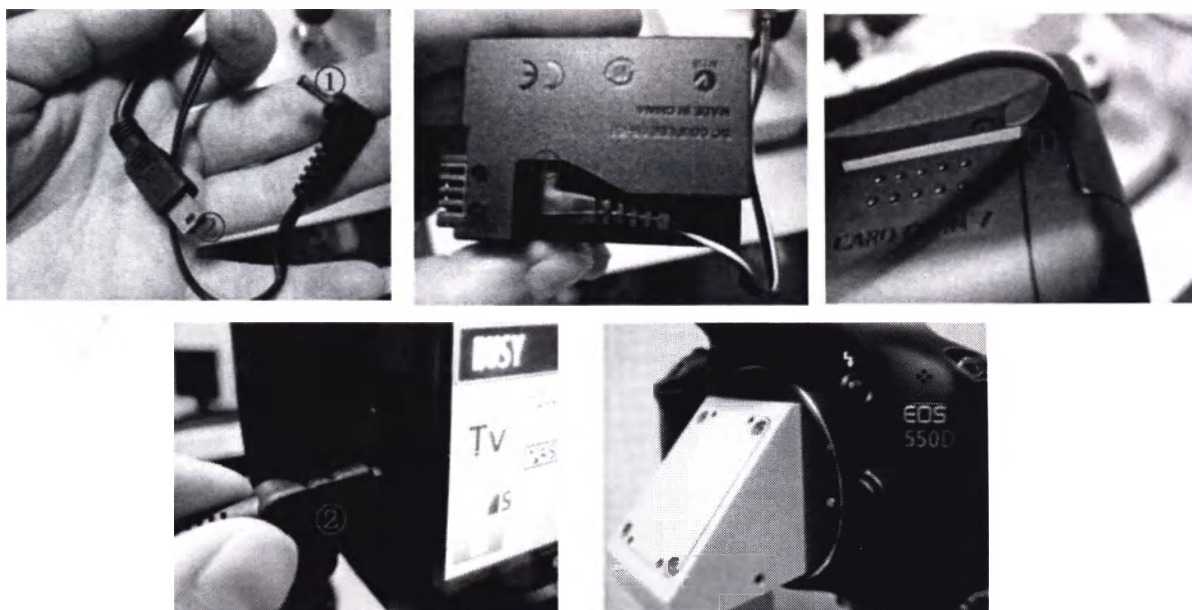

Рисунок 12
Подключить провод питания цифрового фотоаппарата (①), прочно соединить фотоаппарат с разделительной пластиной, повернуть фотоаппарат до щелчка, подключить кабель передачи данных (②) (рисунок 12).